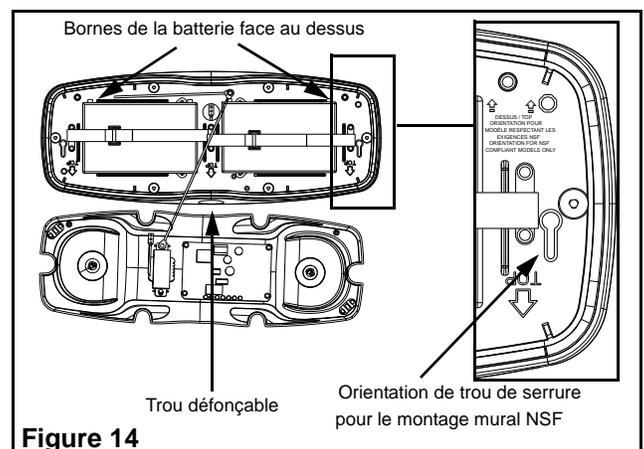

Figure 14
2. La plaque arrière doit être montée avec le trou défonçable et les trous de serrure vers le bas (voir fig. 14). Si les trous de serrure sont utilisés pour monter la plaque arrière sur le mur, les rondelles doivent être installées sur les vis pour s'assurer que la plaque arrière ne se désengage pas des vis.